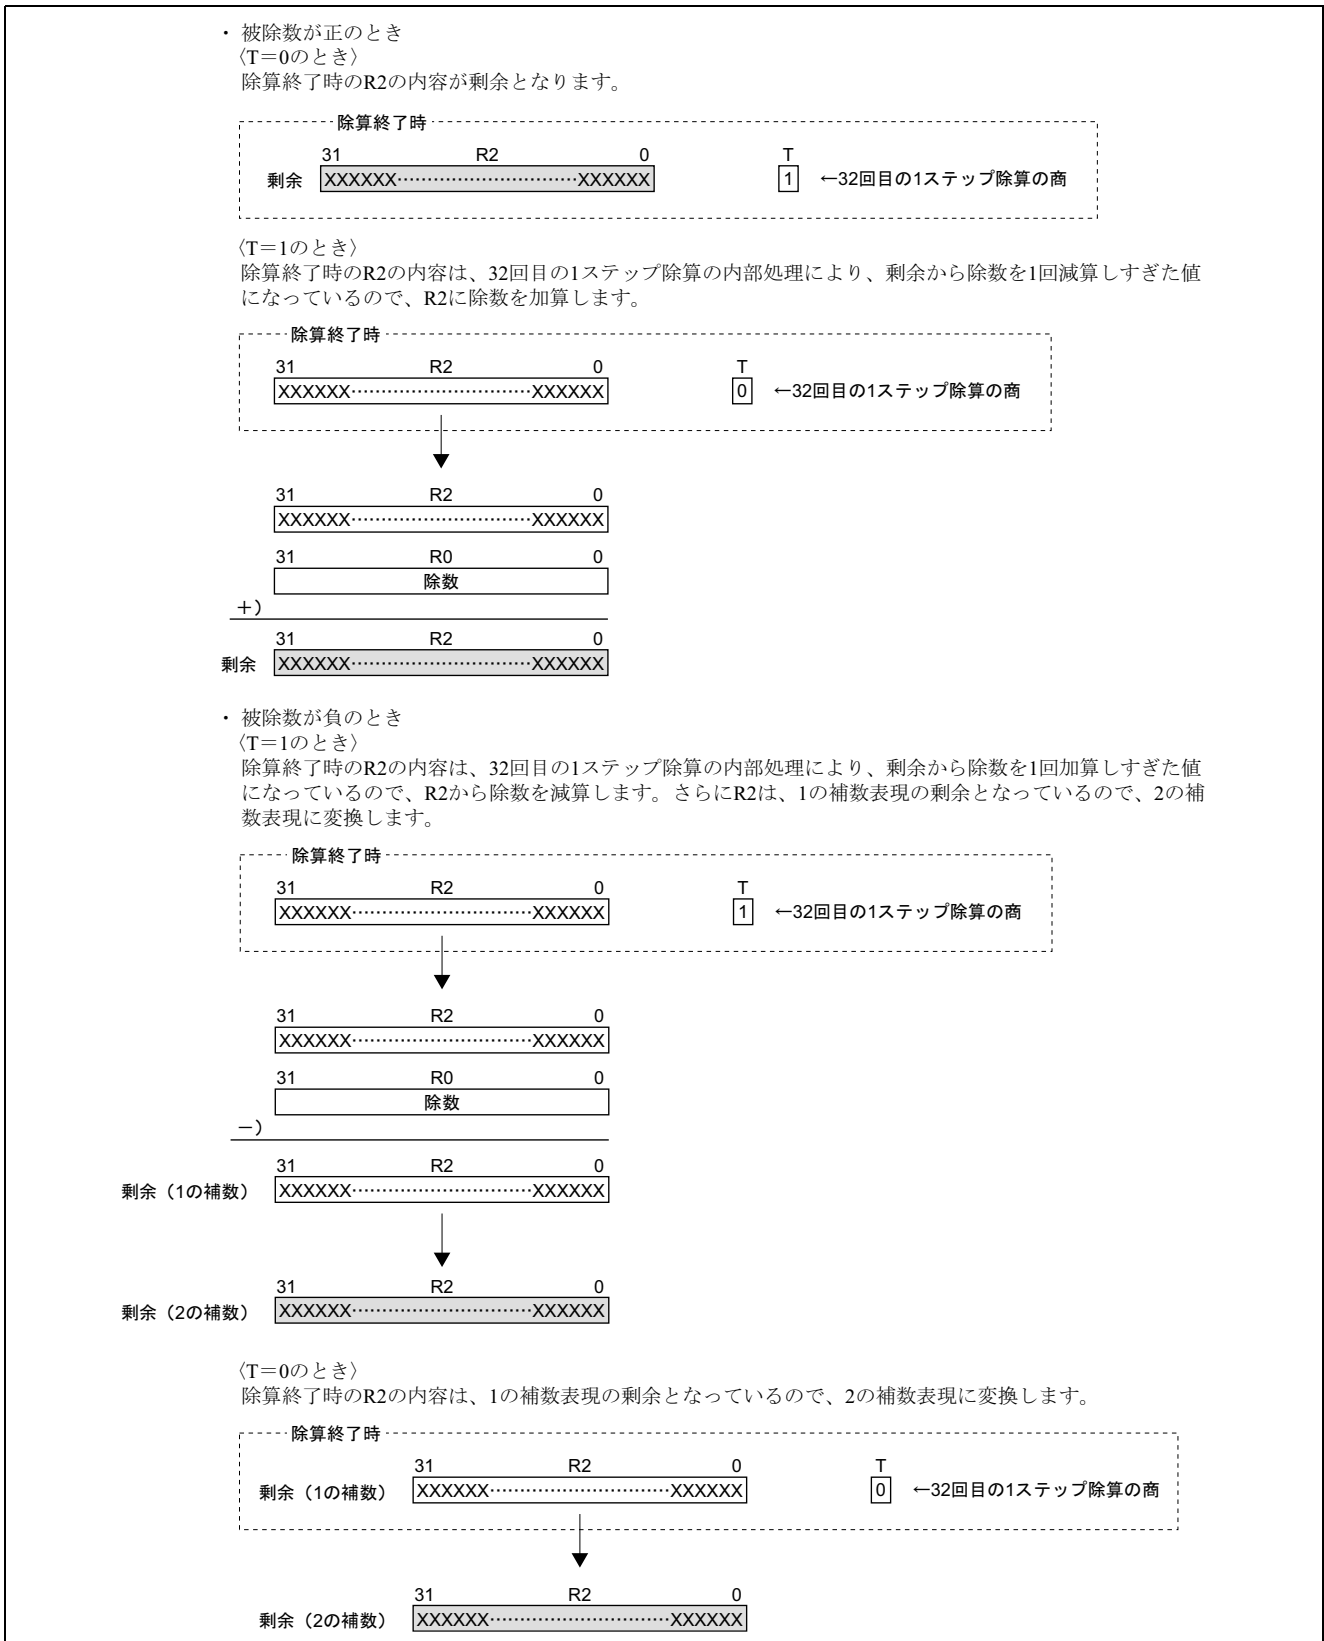

図 4 剰余
- c. i. 図 4 に示すように、被除数の符号および T ビット (32 回目の 1 ステップ除算の商) の内容により、剰余の求め方が異なります。